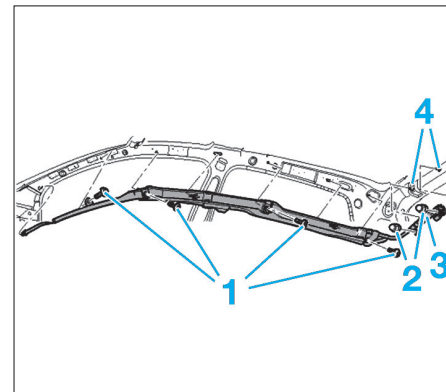

Fig. 8
- les vis de fixation (1) (Fig.8),
- les écrous (2).
- Retirer le déclencheur (3) des goujons (4).